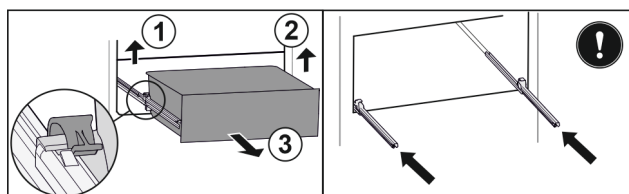

Fig. 119
- Nadvihnite ľavú svorku a súčasne ťahajte zásuvku vľavo dopredu. Fig. 119 (1)
- Nadvihnite pravú svorku a súčasne ťahajte zásuvku vpravo dopredu. Fig. 119 (2)
- Odoberte zásuvku dopredu. Fig. 119 (3)